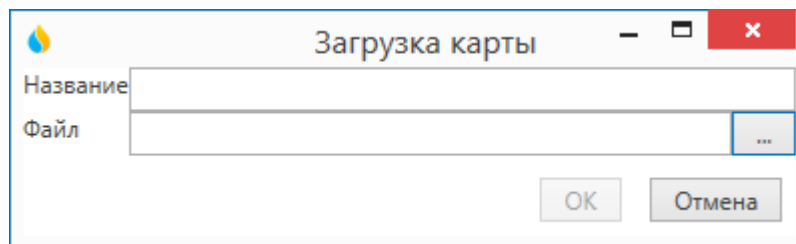

Рис. 22 Окно «Загрузка карты».
- в появившемся окне «Загрузка карты» (Рис. 22) в поле «Название» ввести название схемы;